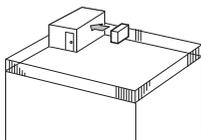

Fig. 2-3
- ① Usmerite izstopno odprtino za zrak v najbližjo steno približno 35 cm stran od stene. (Fig. 2-3)